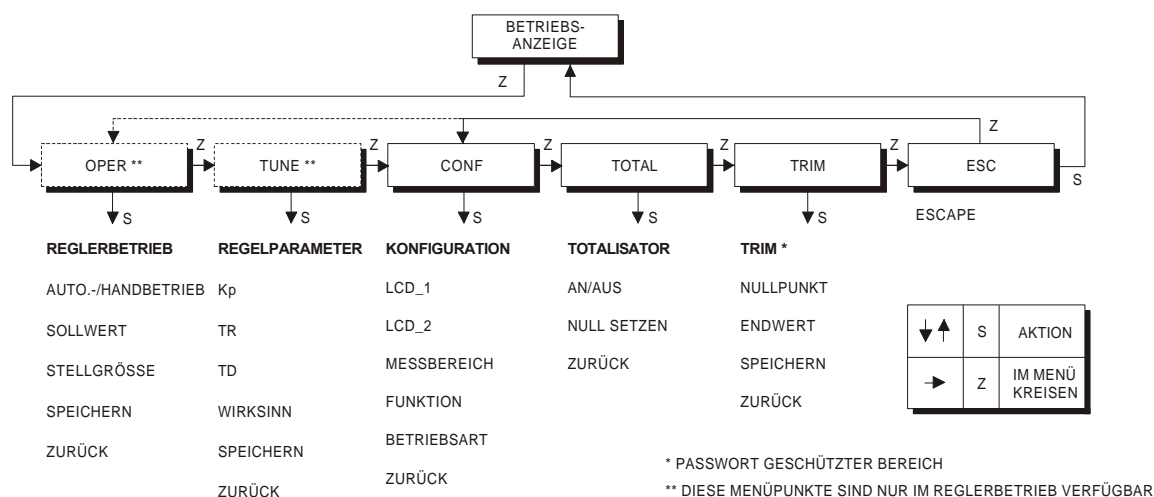

Abb. 4.3 – Menüstruktur der Feldbedienoberfläche – Hauptmenü
Die Bedienstruktur ist wie folgt: Durch das Einstecken des Magnetstiftes in das mit (Z) gekennzeichnete Loch kreist man durch die Menüs, mit (S) wählen Sie eine bestimmte Option aus dem Menü. Abbildung 4.3 zeigt die im Hauptmenü verfügbaren Optionen des LD301.